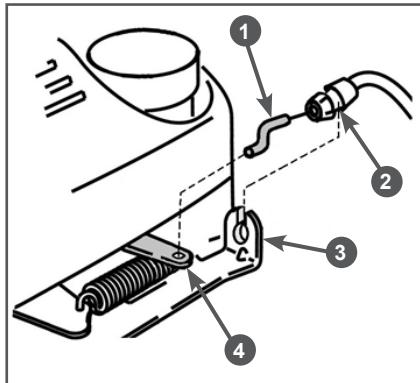

Рис. 4 Установка троса остановки двигателя
1. Вставьте Z-образный конец троса 1 в отверстие на рычаге 4 тормоза маховика. Далее введите трос через прорезь в кронштейне 3, после чего оболочку троса 2 вставьте в отверстие в кронштейне крепления троса 3 до надежной её фиксации (Рис. 4).